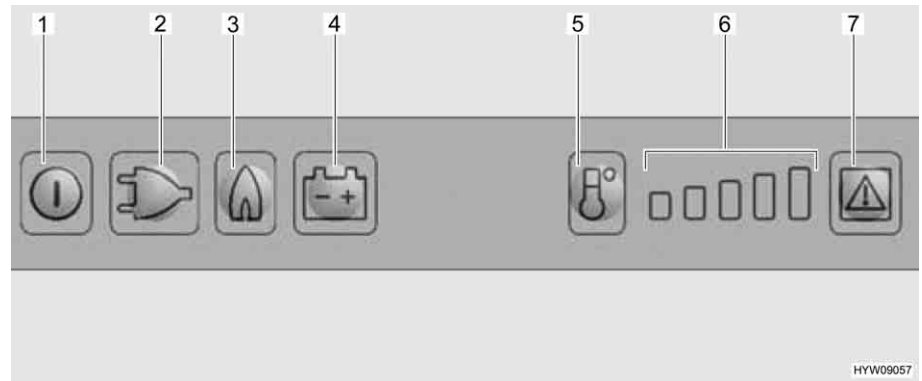

Bild 176 Reglage, knappar för kylskåpet
- Tryck på på/av-knappen (Bild 176,1) i cirka 2 sekunder. Kylskåpet slår på sig. Knappen för senast valda driftläge tänds.
- Tryck eventuellt på knappen för driftläge "Gas" (Bild 176,3). Knappen tänds. Nu är gastillförseln öppen. Tändning sker automatiskt. Ett tickande ljud hörs tills tändningsproceduren är klar.
- Ställ in kyltemperaturen med knappen temperaturstegsval (Bild 176,5).
- Tryck eventuellt på knappen för driftläge "230 V" (Bild 176,2). Knappen tänds.
- Tryck eventuellt på knappen för driftläge "12 V" (Bild 176,4). Knappen tänds.